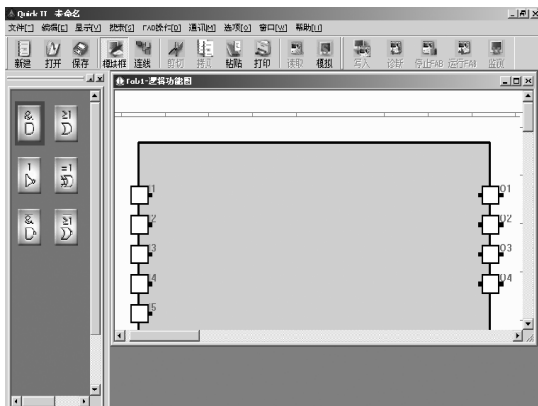

图 4.3 新文件编辑窗
3、选择完毕控制器类型后，用鼠标左键单击 OK 按钮，弹出保存窗口，如图 4.5 所示，保存文件设置完毕，再按“保存”按钮，或者不保存按“取消”按钮，界面出现一组新的功能图编辑视窗，如图 4.3 所示。